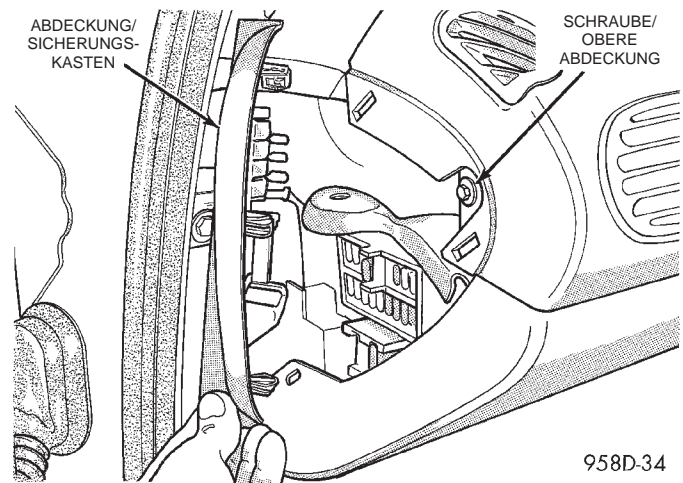

Abb. 54 Obere Abdeckung der Instrumententafel — Linkes Ende
- (1) Das externe Batterie-Minuskabel vom fahrerseitigen Federbeindom abklemmen.
- (2) Abdeckung des Sicherungskastens am linken Ende der Instrumententafel abbauen. Die Schraube lösen, mit der das Ende der oberen Abdeckung der Instrumententafel befestigt ist (Abb. 54).